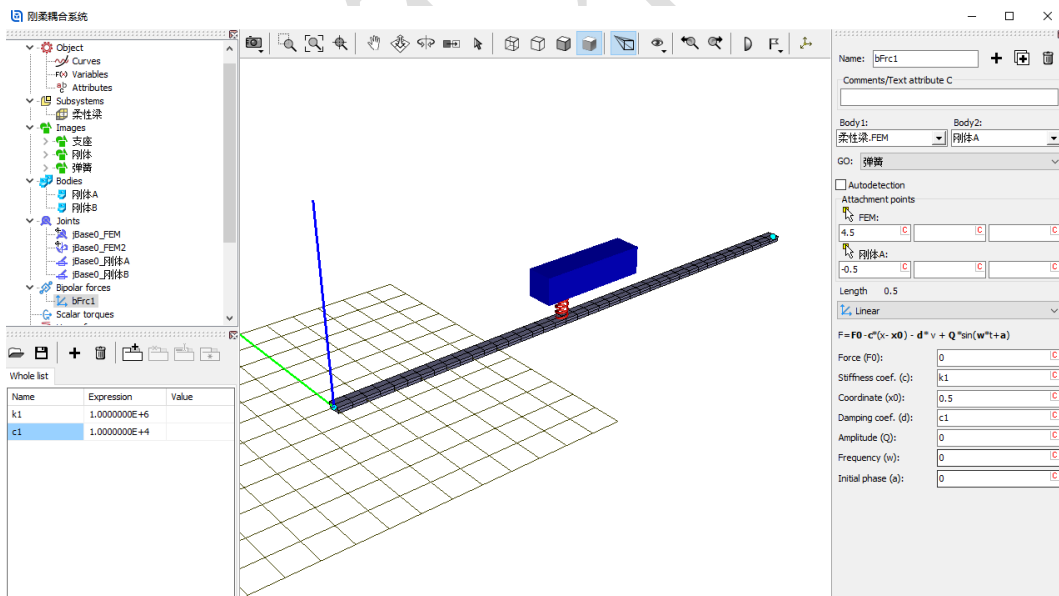

图 2-114
- 13) 定义刚度系数为 **k1** (赋值 **1.0e6 N/m**)，阻尼系数为 **c1** (赋值 **1.0e4 Ns/m**)，定义弹簧自然长度为 **0.5 m**，如图 2-114。